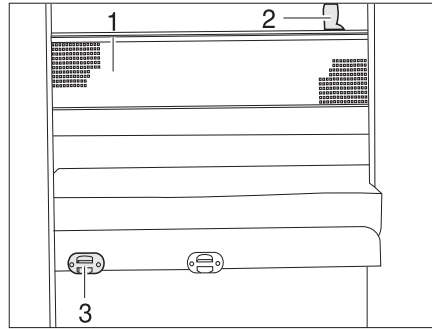

Fig. 170 Red de seguridad
*Enganchar:* ■ Enganchar la escalera de ascenso con los largueros en el soporte (Fig. 170,3) en el panel.
**Red de seguridad** La red de seguridad (Fig. 170,1) viene de serie entre el colchón y el somier. Tender la red de seguridad cuando la persona ya se encuentre en la cama.
*Tender:* ■ Engatillar las cintas de sujeción (Fig. 170,2) en los soportes en el techo.